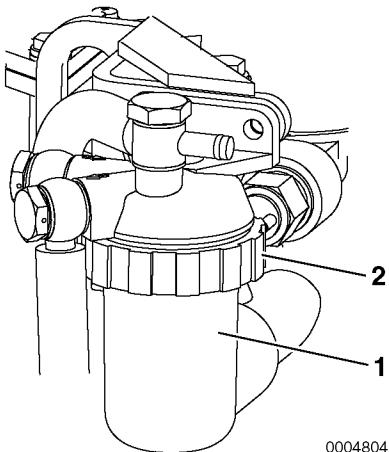

Figura 8
3. Retire la caja del filtro aflojando el anillo retenedor (**Figura 8, (2)**). Gire el anillo en sentido contrario al de las manecillas del reloj usando una llave inglesa para filtros.
4. Retire la carcasa (**Figura 8, (1)**) y también el elemento. Cambie el elemento por uno nuevo.